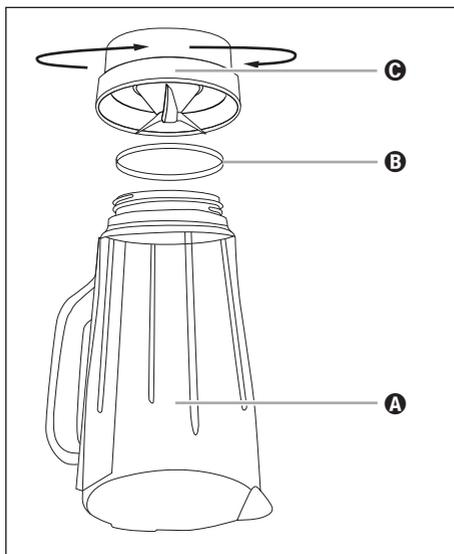

Fig. 4
- 1) Détachez le bol mixeur ③ du bloc moteur ⑥. Pour une meilleure stabilité, retirez le couvercle ② en le tournant dans le sens anti-horaire en direction de la position , jusqu'à pouvoir le retirer par le haut.
- 2) Renversez l'appareil et tournez la pièce en plastique ③ du bol mixeur ③ dans le sens anti-horaire afin qu'elle se détache de la pièce en verre ① du bol mixeur ③ (voir fig. 4).
- 4) Si besoin, vous pouvez détacher prudemment la bague d'étanchéité ⑦ de la pièce en plastique ③. Nettoyez-la avec de l'eau additionnée d'un produit à vaisselle doux et rincez-la à l'eau claire.